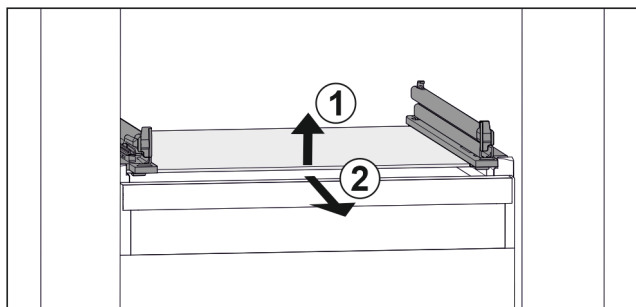

Fig. 72 Representación de la placa de vidrio a modo de ejemplo
- ▶ Levante la placa de vidrio por delante. Fig. 72 (1)
- ▶ Retire la placa de vidrio hacia adelante. Fig. 72 (2)